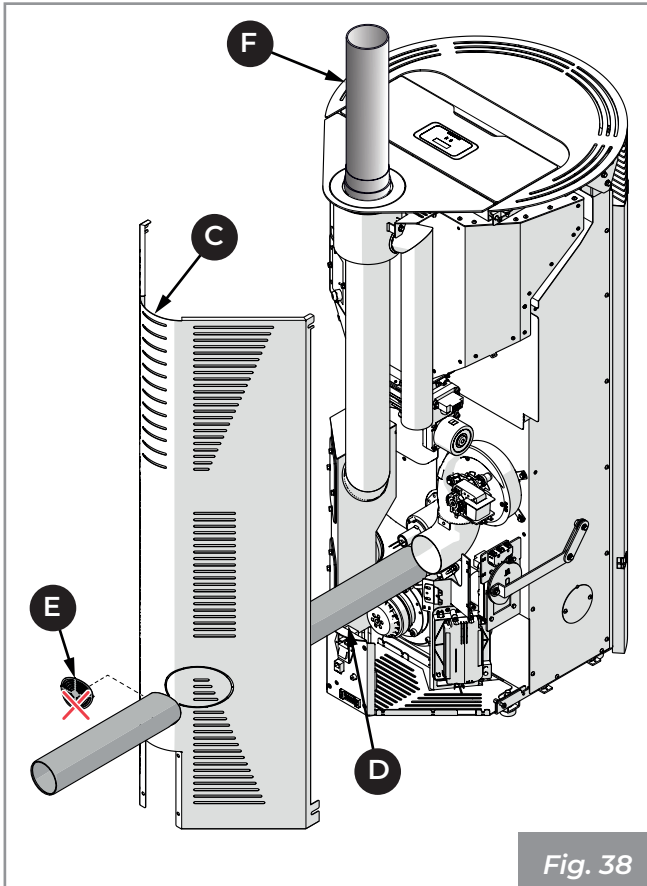

Fig. 38
- Retirer la tôle pré-coupée (E) sur le panneau arrière (C) et faire passer le tuyau flexible (D) pour le raccorder à une prise d'air externe (Fig. 38).
- Remonter le panneau arrière (C) et les panneaux latéraux (A) et (B) en procédant dans le sens inverse aux descriptions précédentes.
- Raccorder le tube d'évacuation de la fumée (F) (Fig. 38).